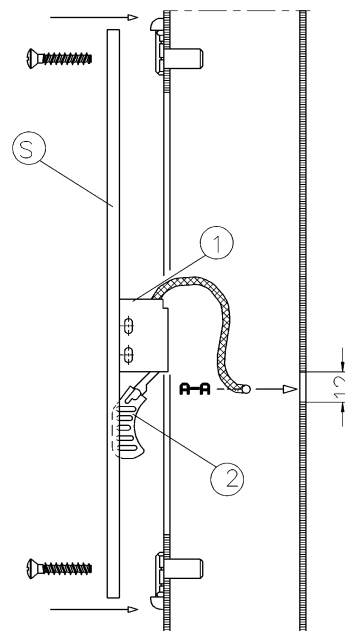

Bild 5. Riegelschaltkontakt (1) und Hebel (2) im Schließblech (S) fertig montiert.
- Stecken Sie die Leitung durch die Leitungsauslassbohrung und montieren Sie wie üblich das Schloß. (Bild 5)